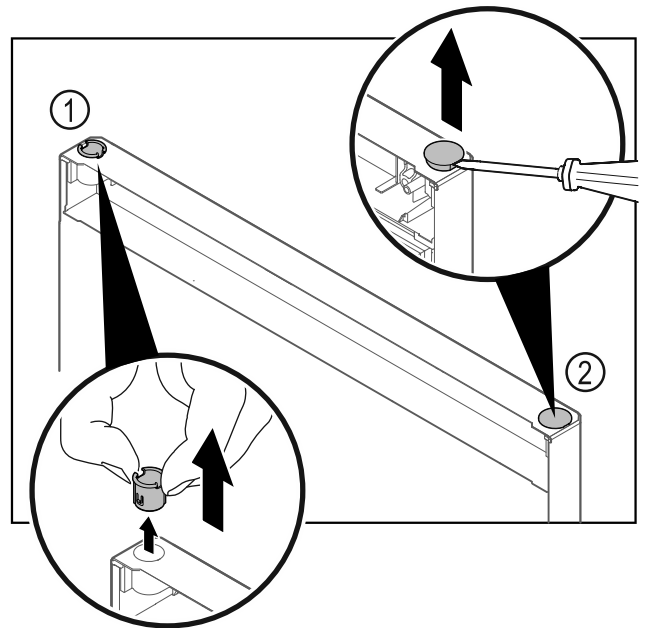

Fig. 24
- ▶ Витягніть шарнірну втулку Fig. 24 (1) пальцями.
- ▶ За допомогою шліцевої викрутки обережно підніміть заглишку Fig. 24 (2) та витягніть її.